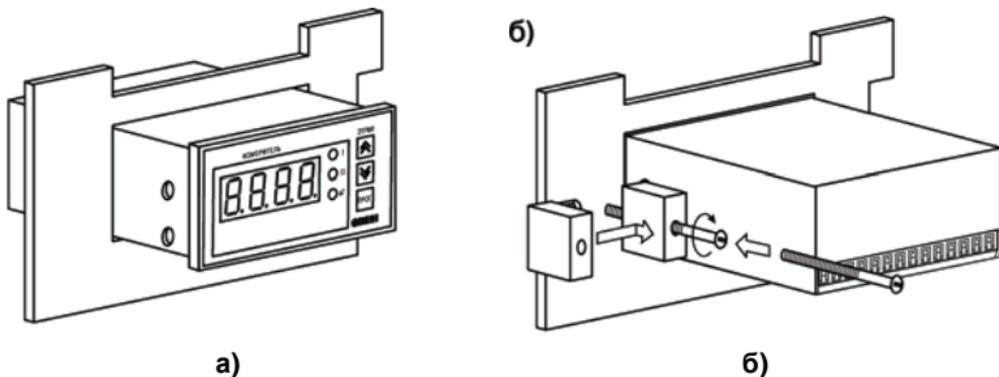

Рисунок 5.2
- 3) Вставить прибор в специально подготовленное отверстие на лицевой панели щита (см. Приложение А и рисунок 5.2, а).
- 4) Вставить фиксаторы из комплекта поставки в отверстия на боковых стенках прибора (рисунок 5.2, б).